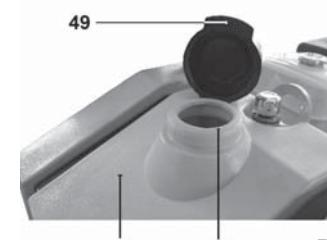

Рис. 38
В процессе трамбовки давление виброкатка на поверхность увеличивается, если наполнен бак для воды (10) (Рис. 38).
10.1. Откройте крышку водяного бака (49). Заполните водяной бак (10) водой через
горловину (48). Объем водяного бака 70 л (Рис. 38).